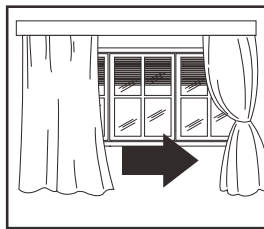

Рис. 25
2. Защитите помещение от прямого воздействия солнца, частично закрыв шторы и/или жалюзи, чтобы исключить лишние теплопотери при работе прибора (рис. 25).